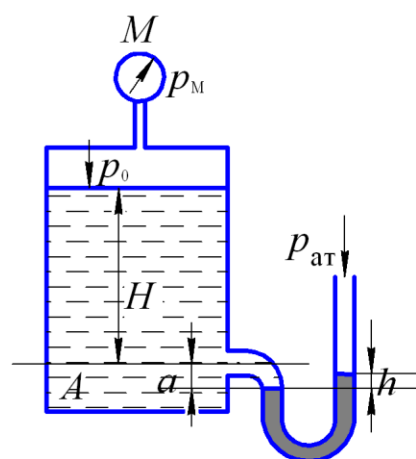

Рисунок 1.22
**Задача 19** (рис. 1.22). Закрытый резервуар *A*, заполненный водой, снабжен ртутным манометром и мановакуумметром. Определить глубину подключения ртутного манометра к резервуару  $H$ , если заданы разность уровней ртути в манометре  $h$ , величина  $a$  известна и показание мановакуумметра  $M$   $p_m$ . Исходные данные к задаче приведены в табл. 19.